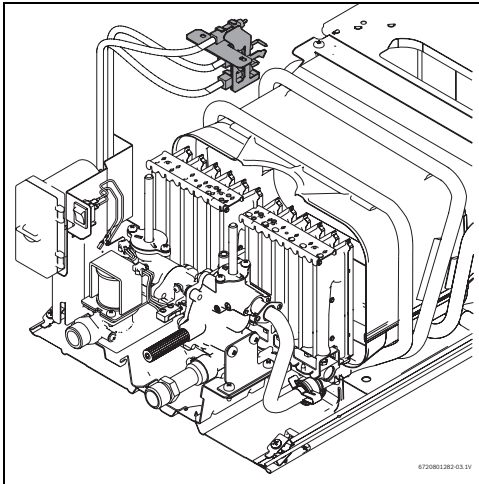

Рис. 3
- ▶ Удалите запальную горелку из главной горелки (→ рис. 3).